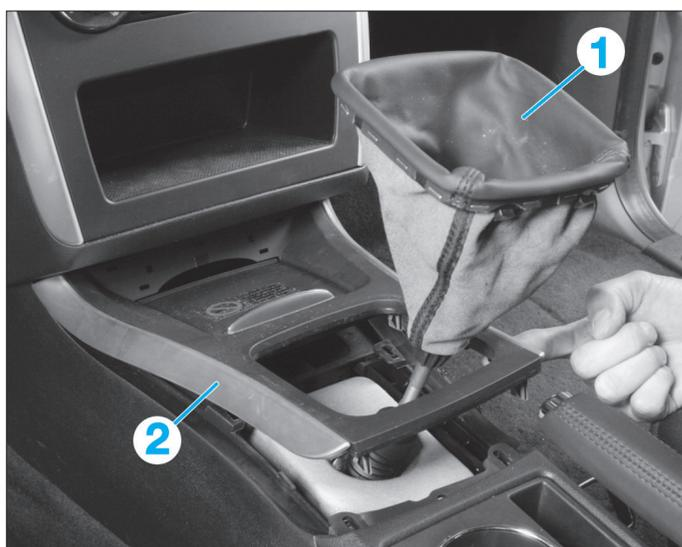

FIG. 11
- Dégrafer le soufflet (1) du levier de vitesses et le retrousser sur le pommeau (Fig.11).